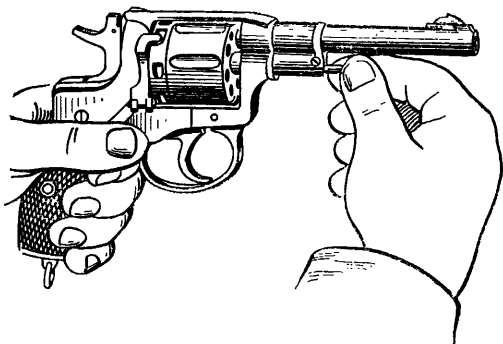

Рис. 26. Как вынуть шомпол
1) **выдвинуть шомпол** из оси барабана: взять револьвер левой рукой за рукоятку, правой рукой повернуть шомпол за головку налево и выдвинуть его до отказа (рис. 26);